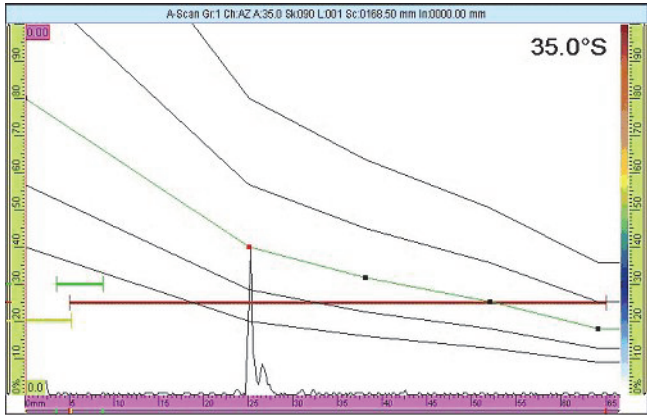

图 6-5 下一个信号上的 DAC 曲线
- b) 设置**波幅**参数按钮中的值，将 DAC 曲线移动到反射体信号峰值波幅处（参见第 144 页的图 6-5）。